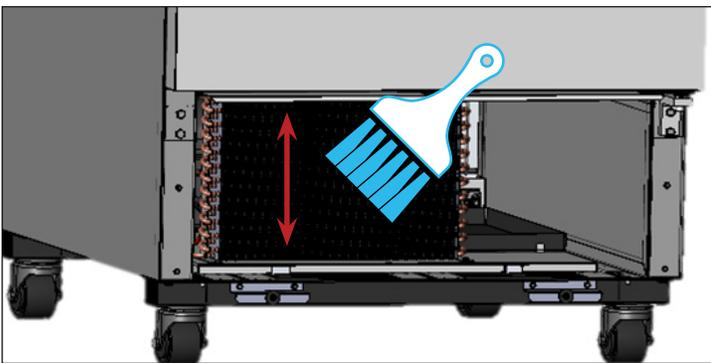

Fig. 3. Non spazzolare mai le spire della serpentina.
3. Con una spazzola a setole rigide, pulire accuratamente lo sporco accumulato sulle spire della serpentina del condensatore anteriore. Vedere fig. 3.